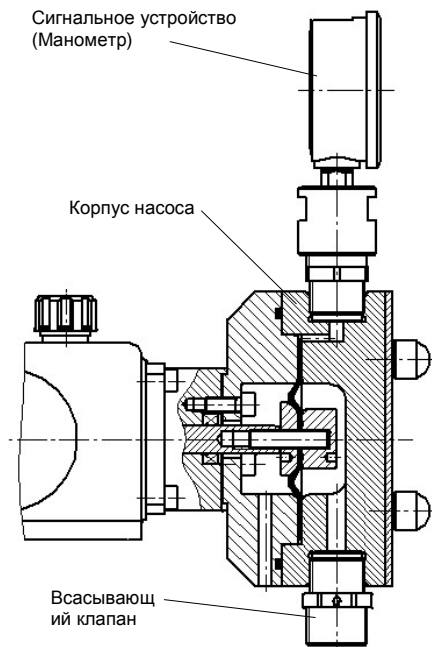

Рис. 40
- Прикрутить сигнальное устройство (см. рис. 40).